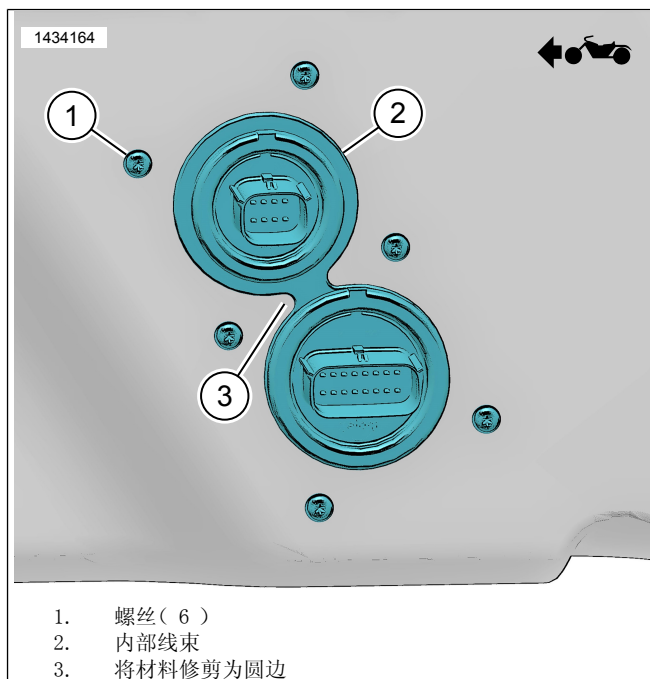

图10。内部线束
d. 参见图 10。将材料修剪为圆边 (3)。
11. 参见图 10。安装内部线束 (2)。